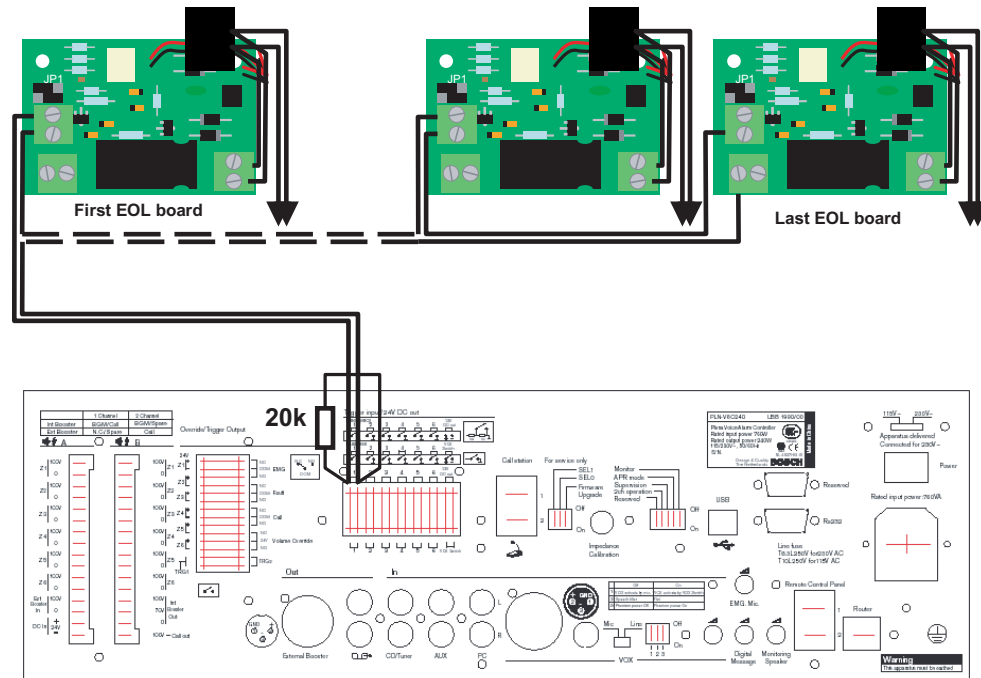

Figura 4.5 Indicação da entrada de contacto
4. Ligue as placas EOL à Entrada de contacto tal como indicado na *Figura 4.5*. Esta entrada deve estar no Controlador ou no Router ao qual as linhas de altifalantes que supervisiona também estão ligadas.